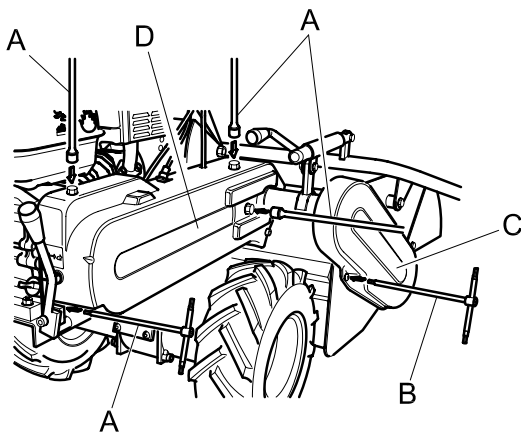

Abbildung 9
- Kunststoffabdeckung (Abb. 9 Pos. C) durch Ausdrehen und Entfernung der in Abb. 9 Pos. B dargestellten Schrauben abnehmen.
Um Zugang zum Bereich zu erhalten, in dem sich die Antriebsriemen und die Vorrichtung zur Einstellung der Rotorbremse befinden, die Kunststoffabdeckung (Abb. 9, Pos. D) abnehmen und die 3 Schrauben in Abbildung 9, Pos. A entfernen.
- Das Riemen-Schutzgehäuse (Abb. 9, Pos. D und C) und die Messerabdeckungen (Abb. 1, Pos. H) müssen stets korrekt installiert und unversehrt sein. Bei Beschädigung müssen sie vor dem erneuten Gebrauch der Maschine repariert werden.
- Das Riemengehäuse (Abb. 9, Pos. D) von innen mit Druckluft ausblasen.